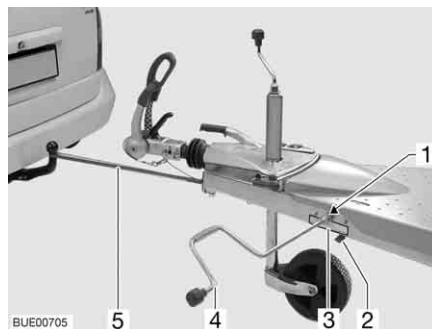

Fig. 4 Accessoire d'attelage Easy-Pull
- Mettre le levier de blocage (Fig. 4,2) en position d'ouverture.
- Tirer vers l'avant la ceinture avec un crochet (Fig. 4,5), afin de placer et de fixer le crochet amovible du dispositif d'attelage du véhicule tracteur.
- Mettre le levier de blocage (Fig. 4,2) en position de fermeture.
- Enfoncer la manivelle des stabilisateurs de la caravane (Fig. 4,4) sur l'écrou à six pans (Fig. 4,1) du dispositif de manivelle, et la tourner. Respecter la direction de rotation indiquée par l'autocollant (Fig. 4,3).